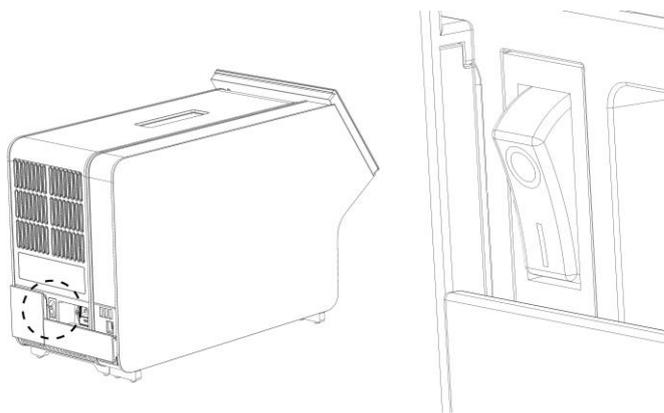

Abbildung 11: Lokalisieren des Netzschalters und Einstellen in die Position „I“
9. Schalten Sie das Gerät ein, indem Sie den Netzschalter an der Rückseite des Analysemoduls **in die Position „I“ stellen (Abbildung 11)**. Überprüfen Sie, ob die Statusanzeigen am Analyse- und am Betriebsmodul blau leuchten.